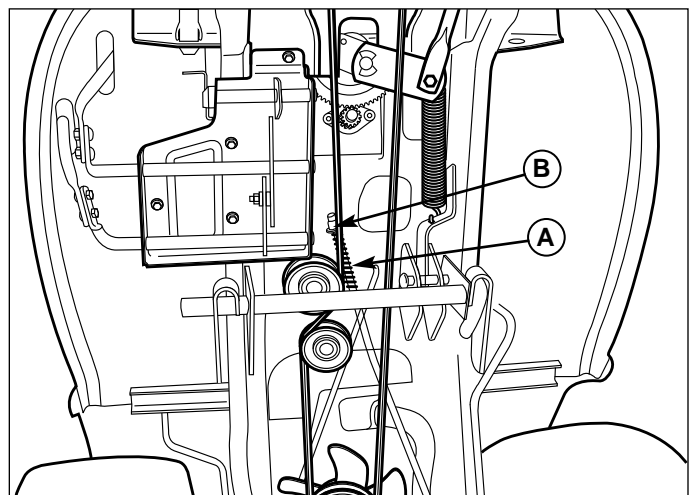

Abb. 33. Bremsfedereinstellung
3. Anbringungsort der Bremsfeder (A, Abb. 33) und der Einstellungsmutter (B) feststellen.
Wenn die Feder nicht diese Länge hat, die Stellmutter (B, Abb. 33) drehen, um die Feder mehr oder weniger zusammenzudrücken.